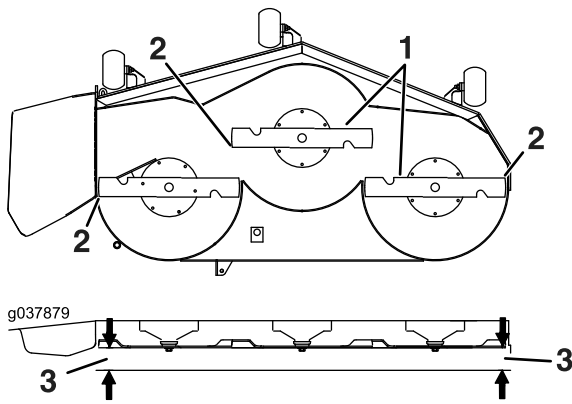

Figura 96
6. Mida entre la punta de la cuchilla y la superficie plana (Figura 96). Si ambas mediciones no están dentro de los 5 mm (3/16"), ajuste la nivelación; siga con este procedimiento.
14. Gire cuidadosamente las cuchillas colocándolas perpendicularmente al sentido de avance de la máquina (Figura 96).